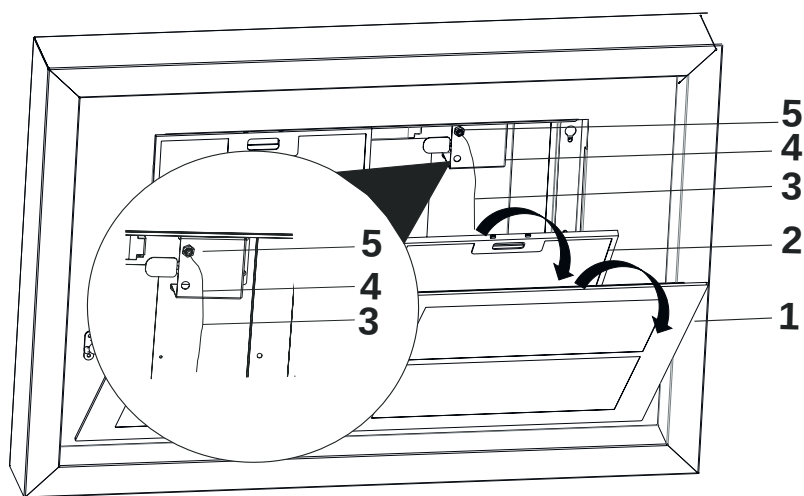

Fig. 32
**5.** Luta ut kantsugplattan genom att ta tag i hörnen och dra försiktigt i den (Fig. 32/1).
Ta bort fettfiltrena (Fig. 32/2) och dra stålvajrarna genom säkerhetslåsen uppifrån och ner (Fig. 32/5). Gör detta med alla de 4 medföljande stålvajrarna.